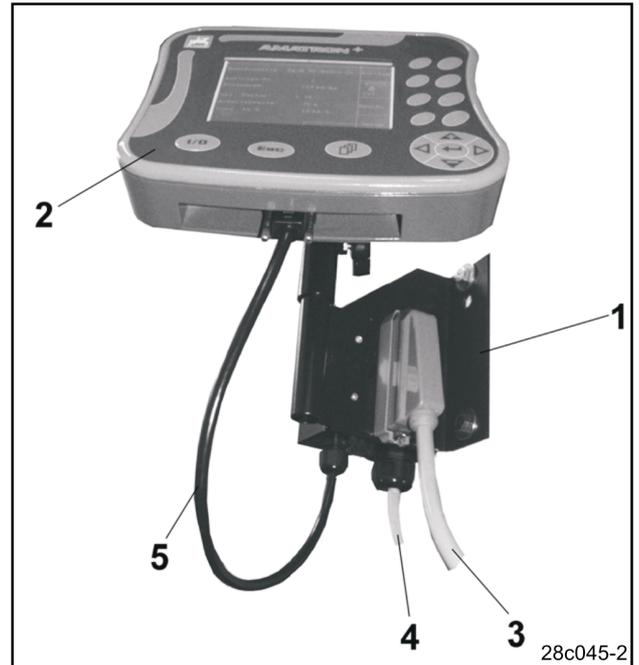
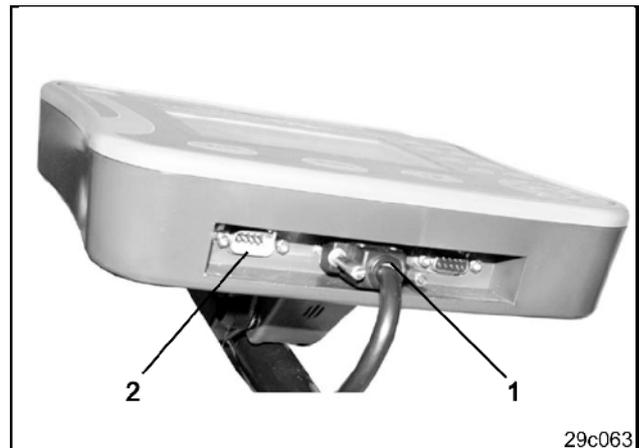

Fig. 3
Fig. 4
Terminalen (Fig. 3/2) er et universalapparat, som kan tilkobles til alle AMAZONE-maskiner med **AMATRON⁺** maskin-computeren.
Terminalen (Fig. 3/2) hhv. konsollen (Fig. 3/1) tilkobles således:
- såmaskinen tilkobles via maskinstikket (Fig. 3/3)
- Batteritilslutningskablet (Fig. 3/4) tilkobles til traktorens batteri. Henvisninger vedr. strømforsyningen findes i Kap. 3.3
- Forbindelseskablet (Fig. 3/5) tilsluttes til terminalen (Fig. 3/2).
Forbindelseskablets stik (Fig. 3/6) monteres i det midterste 9-polede stik (Fig. 4/1).
Den serielle tilslutning (Fig. 4/2) gør det muligt at montere en GPS-terminal.